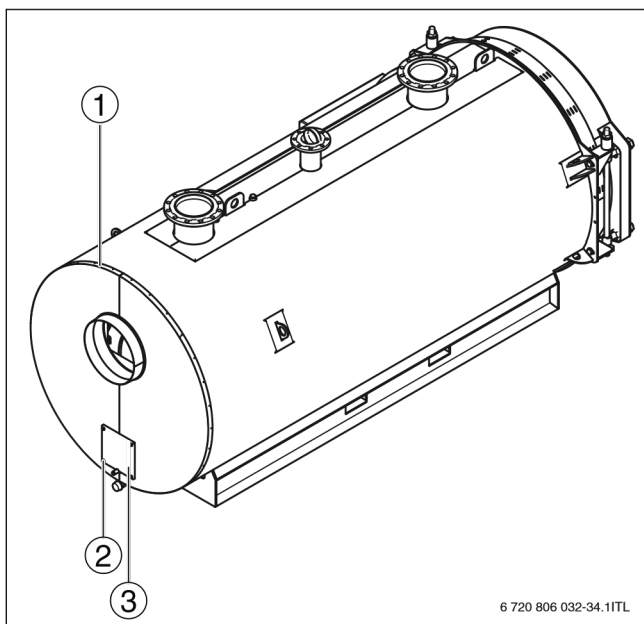

Рисунок 23 Установка крышки люка для чистки
▶ Задвиньте турбулизаторы (→ Рисунок 23, [1]) в трубы дополнительных поверхностей нагрева (→ Рисунок 23, [2]).